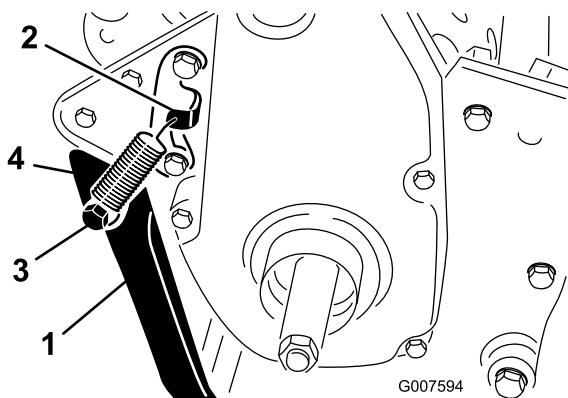

Figura 7
2. Prenda a mola no furo do suporte da mola e na fixação da mola alinhando a cavilha da mola com os furos de montagem na parte traseira do chassi (Figura 7).
3. Monte o apoio em cada lado do chassi com um parafuso, anilha de bloqueio, cunha, anilha de cabeça chata e porca de bloqueio (Figura 7). Posicione a cunha no furo de montagem do apoio.